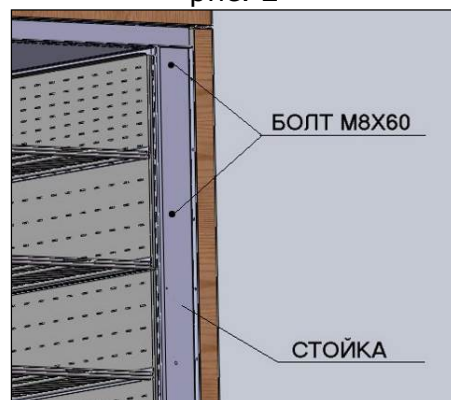

рис. 3
3. Стянуть витрины между собой болтами M8X60 отверстия в стойках JASON SE(рис.3); через 4 отверстия в вертикальной части рамы винтами впотай и через отверстия в нижних траверсах стоек болтами M8X60 (рис. 6); через траверсу KRIOS болтами M8X60 и через стойку основания шпилькой M8X420 (рис. 7)